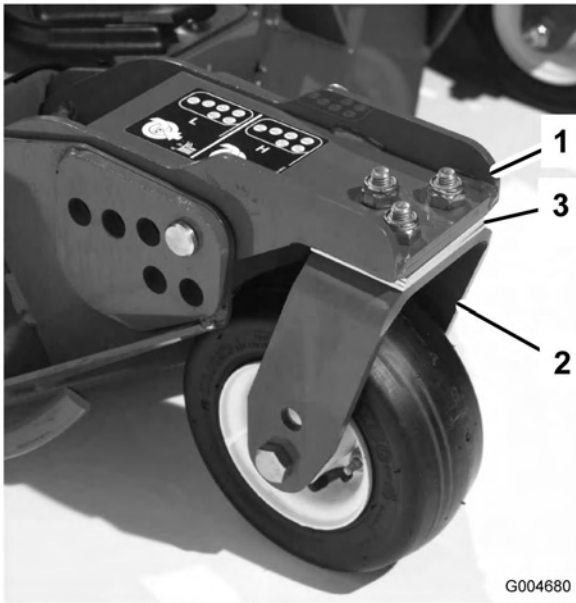

Bild 27
(Bild 27). Beziehen Sie sich nur für die äußere Spindel auf „Einstellen der Mähwerkneigung“ unter *Mähwerkwartung*, Seite 54.
3. Entfernen Sie, wenn die innere Schnittkante des seitlichen Mähwerks im Verhältnis zur äußeren Kante des vorderen Mähwerks zu hoch ist, eine 3-mm-Beilagscheibe von der Unterseite des vorderen inneren Laufradarms am seitlichen Mähwerk (Bild 27). Prüfen Sie das Maß zwischen den äußeren Kanten beider seitlichen Mähwerke sowie der inneren Kante des seitlichen Mähwerks und der äußeren Kante des vorderen Mähwerks.